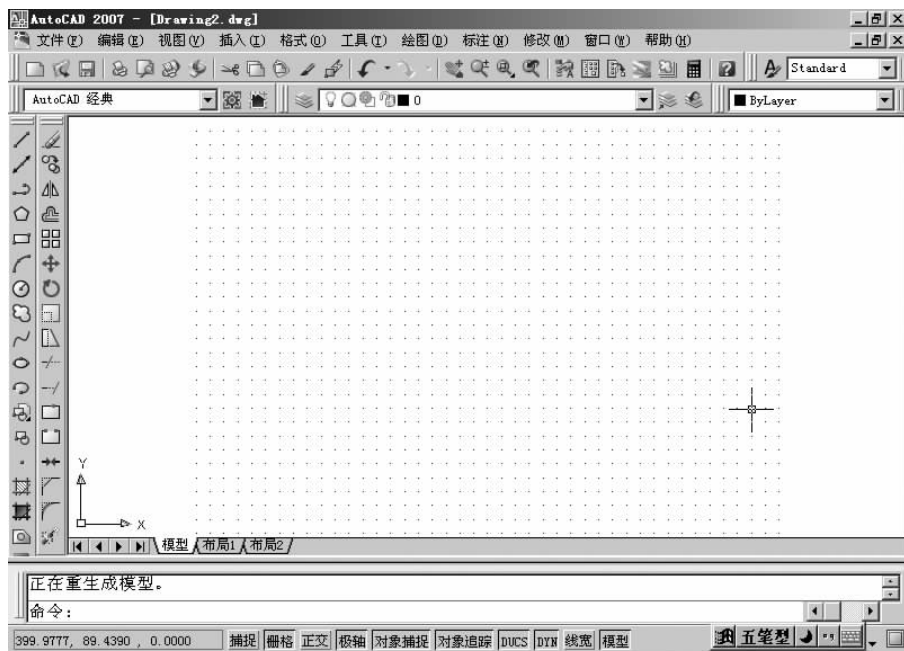

图 2-17 显示图形界限的范围
(1) 默认的图形界限为 420mm×297mm, 即 A3 纸张的大小。
(3) 设置完毕后, 单击状态栏上的“栅格”按钮, 图形窗口中就会出现网格点, 即显示图形界限的范围, 如图 2-17 所示。